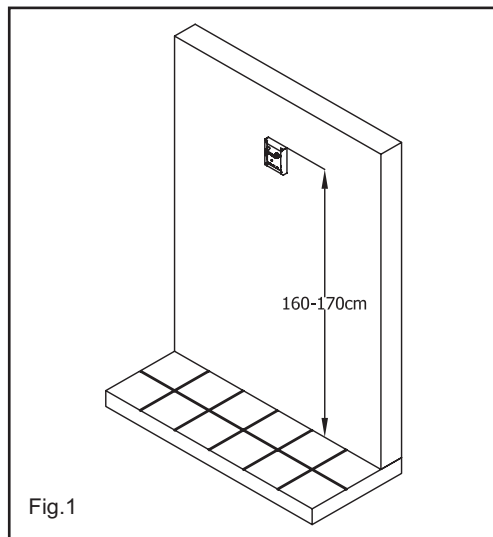
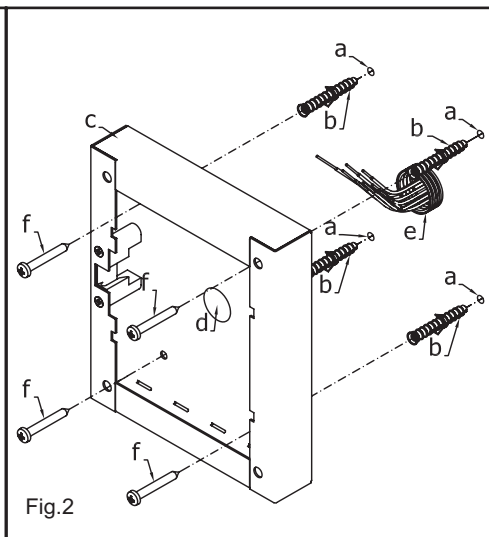

Fig.1
Fig.2
1. Place the surface box against the wall (165-170cm between the top of the box and the floor level as shown in figure 1) and mark the fixing holes for the wall plugs and hole for the cables **e** (fig.2). Observe the orientation of the box with the hinge on the left;
2. As shown on figure 2, drill the fixing holes **a**, insert the wall plugs **b** and feed the cables **e** through the surface box opening **d**, fix surface box **c** to the wall using the screws **f**;
1. Protect the module support frame fixing holes from dust then embed the back box into the wall (165-170cm between the top of the box and the floor level as shown on the figure 1) feeding the cables **e** (fig.2) through a previous opened hole in the box. **Observe the direction of the box ensuring the hinge is on the left and take care that the box profile is in line with the finished wall profile;**
1. Appoggiare la scatola da superficie alla parete lasciando circa 165-170cm tra la parte alta della scatola ed il terreno come mostrato in figura 1 quindi prendere i riferimenti per i fori di fissaggio tenendo presente che il gruppo di fili **e** (fig.2) deve passare attraverso l'apertura **d** presente sulla scatola da superficie. Se non indicato, il verso di montaggio della scatola deve essere tale da far rimanere la cerniera sulla sinistra;
1. Dopo aver opportunamente protetto i fori di fissaggio per il supporto moduli, murare la scatola da incasso ad una altezza tale da avere circa 165-170cm tra la parte alta della scatola e il terreno avendo cura di far passare il gruppo di fili **e** (fig.2) attraverso uno dei fori precedentemente aperti sul fondo della scatola. Se non indicato sul fondo della scatola, il verso di muratura deve essere tale da lasciare la cerniera sulla sinistra. Fare attenzione affinché la scatola sia murata a filo muro finito;